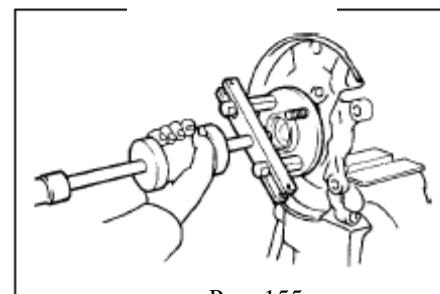

Рис. 155
**(1) Выпрессуйте ступицу левого переднего колеса** с помощью специального инструмента(рис. 155).